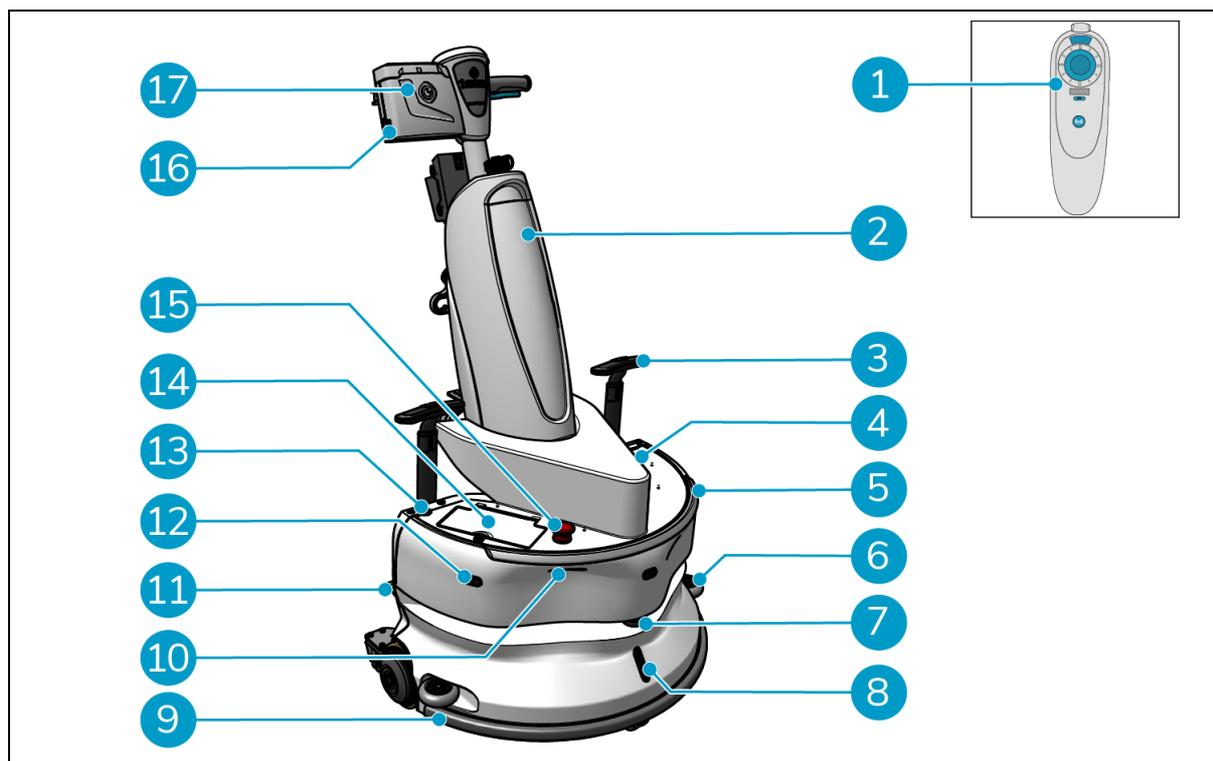
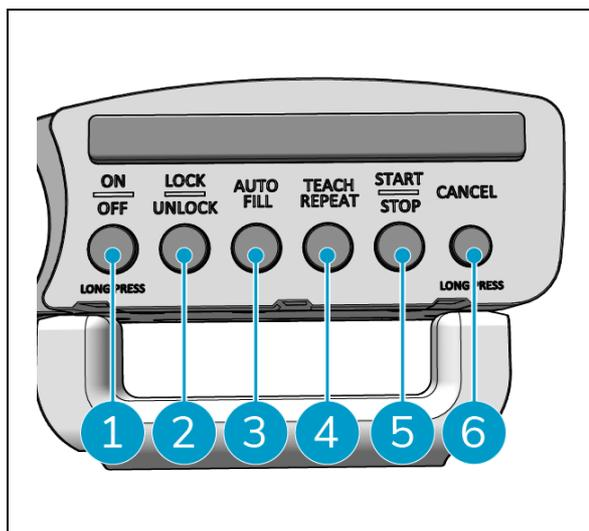

Figura 5
Figura 7
Antes de retirar as pilhas, certifique-se de que desliga o i-walk através do botão de alimentação na unidade principal (ver Figura 5, pos. 13) e o botão ON/OFF no controlador do punho (ver Figura 7, pos. 1). Retirar as pilhas sem desligar o i-walk pode fazer com que a pilha faça faísca e cause problemas com os conectores.